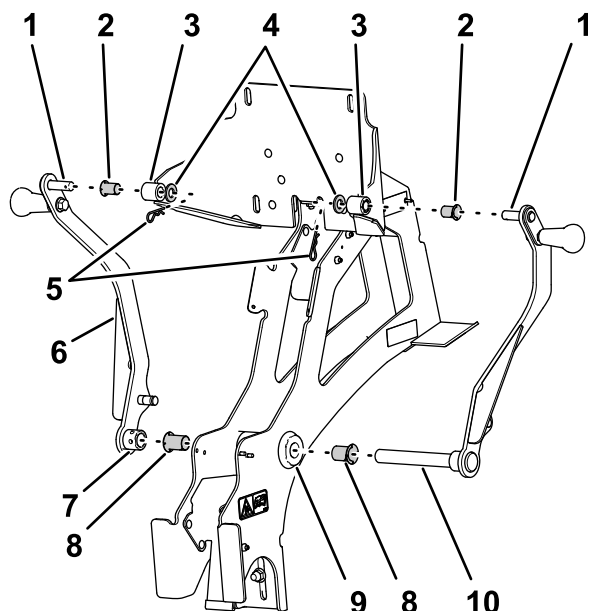

Рисунок 16
- Вставьте фланцевые втулки (внутренний диаметр 3/4 дюйма) в каждый конец шарнирной трубы основной опорной рамы (Рисунок 16).
- Вставьте фланцевые втулки (внутренний диаметр 1/2 дюйма) в левую и правую ступицы опорной пластины (Рисунок 16).
- Присоедините нижнюю ось поворота правого рычага люльки, вставив сквозь фланцевую втулку с правой стороны шарнирной трубы и оси поворота (Рисунок 16).
- Установите верхнюю ось поворота правого рычага люльки, продев ее через правую ступицу опорной пластины (Рисунок 16).
- Прикрепите верхнюю ось поворота к опорной пластине с помощью шайб (1/2 дюйма) и шплинта (Рисунок 16).
левой фланцевой втулки в шарнирной трубе (Рисунок 16).
7. Установите верхнюю ось поворота левого рычага люльки, вставив ее через левую ступицу опорной пластины (Рисунок 16).
8. Прикрепите верхнюю ось поворота левого рычага люльки к опорной пластине с помощью шайбы (1/2 дюйма) и шплинта (Рисунок 16).